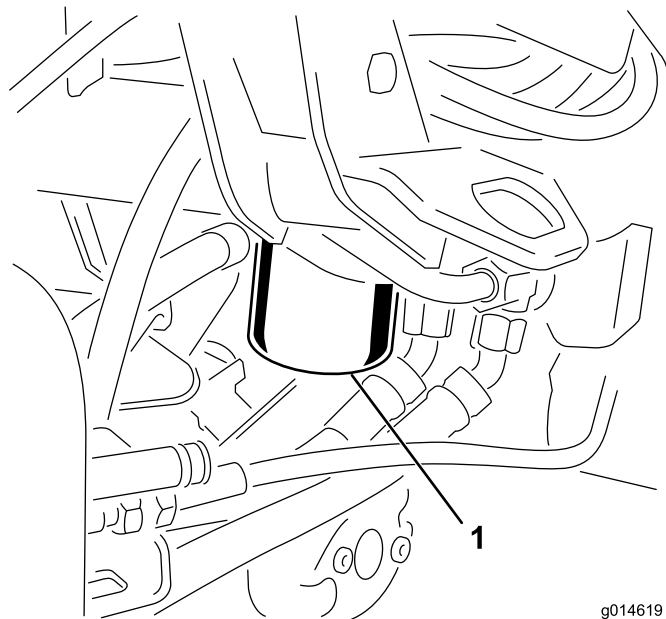

Figure 59
1. Nettoyez la zone autour de la surface de montage du filtre (Figure 59). Placez un bac de vidange sous le filtre et enlevez le filtre.